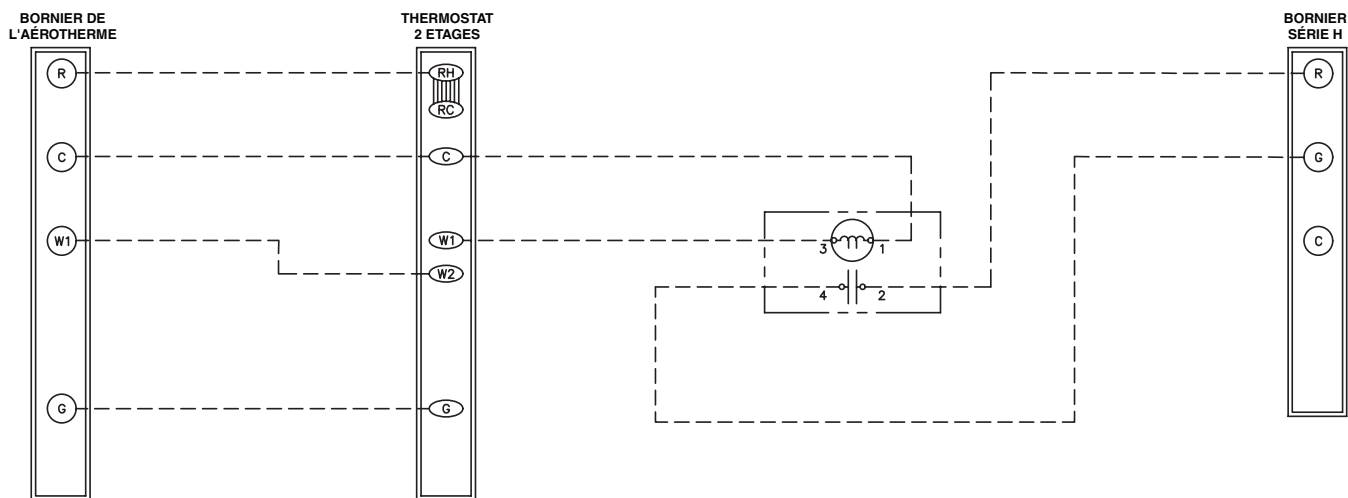

Figure 4. Schéma de câblage du ventilateur et de l'appareil de chauffage
- Si l'installation comprend un ventilateur Huracan et un aérotherme Reznor contrôlé par un seul thermostat à deux étages, assurez-vous que le câblage est conforme au schéma de câblage illustré à la **Figure 4**.